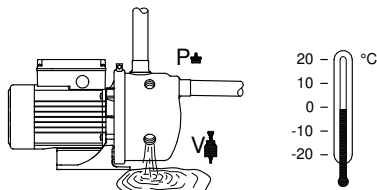

Fig. 8 Golirea pompei
Pentru a goli pompa, scoateți fișa (P) și valva ejector (V). Vezi fig. 8.